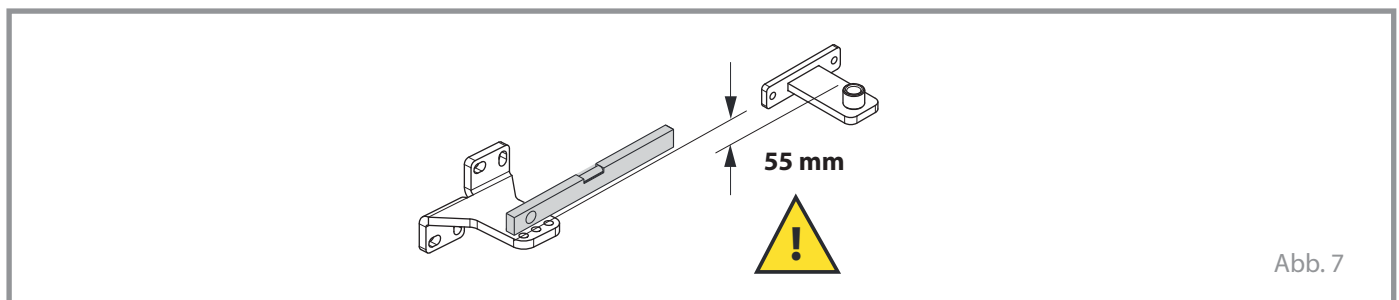

Abb. 7
**WICHTIG:** Vor dem Befestigen der Montagehalterungen ist zu beachten, dass sie 55 mm vertikal versetzt sind: die vordere Befestigung ist 55 mm niedriger als die hintere Befestigung am Torpfosten (Abb. 7).